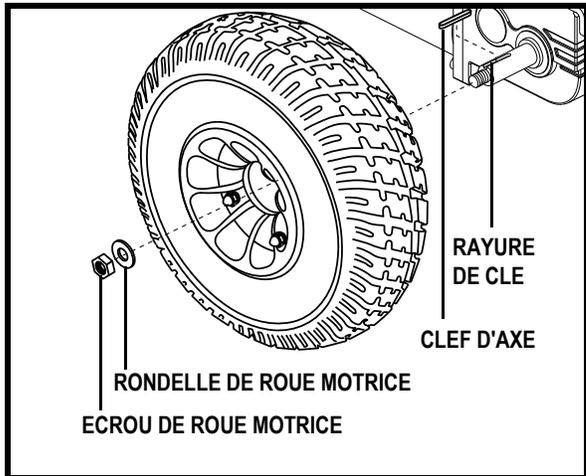

Figure 27. Roue motrice du Quantum 1003 Ultra
4. Retirez l'écrou et la rondelle de roue motrice sur l'essieu. **Voir la figure 27.**